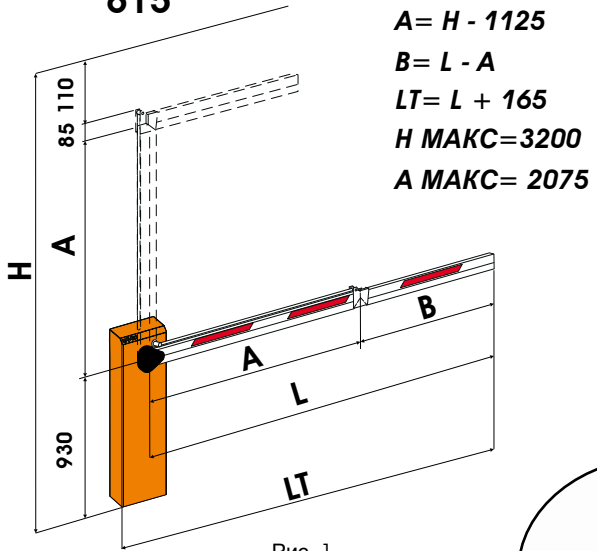

Рис. 1
- 1) Рассчитайте длину частей А и В см. рис. 1 или 2.